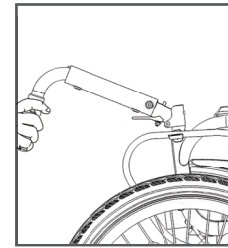
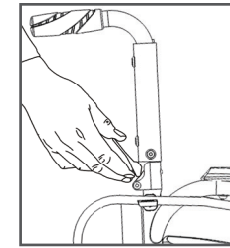

Figura 7
Figura 8
- Uso del mecanismo de plegado del respaldo: sostenga el mango con ambas manos, levante el tubo del respaldo en el sentido de las agujas del reloj hasta que el pasador de expulsión del dispositivo plegable del respaldo se encaje en el orificio del pasador de expulsión, consulte la figura 7; empacar: presione la hebilla del dispositivo plegable del respaldo con los dedos, sostenga el dispositivo plegable del respaldo con ambas manos. Dóblelo en sentido contrario a las agujas del reloj después de confirmar que el pasador de expulsión ha salido del orificio del pasador de expulsión, consulte la Figura 8.